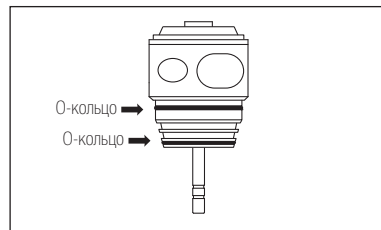

Рис. 10
- Убедитесь, что все О-кольца находятся на своем месте на картридже (Рис. 10).